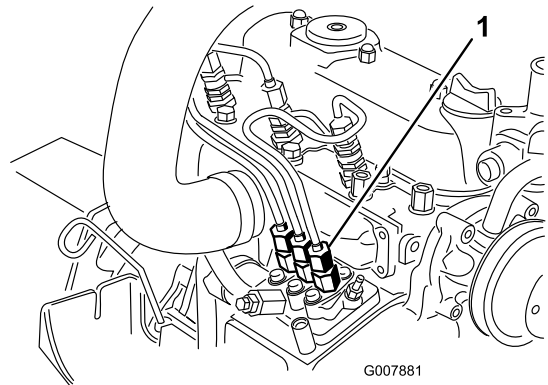

Bild 37
1. Legen Sie einen Lappen unter den Schlauchanschluss von der Einspritzpumpe zur 1. Einspritzdüse, siehe **Bild 37**.